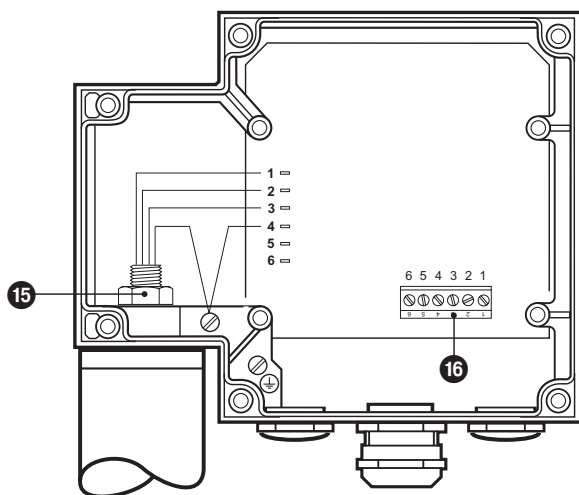

Fig. 15
2. Mutter **15** mit 19er Maulschlüssel lösen. Nicht abschrauben! **Fig. 15**